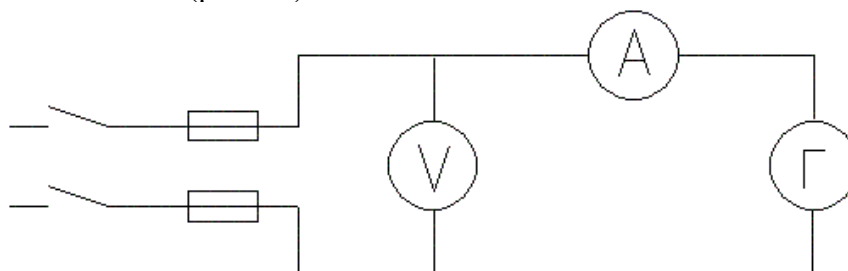

Рис. 11 Электрическая схема для проверки законов электромагнитной индукции
6. Собрать цепь по схеме (рис. 11).